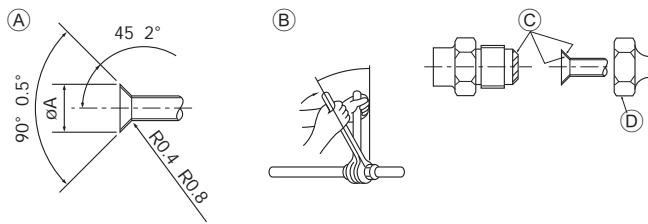

Fig. 4-1
4.1. Connexion des tuyaux (Fig. 4-1)
⑤ Appliquer de l huile r frig rante sur toute la surface vas e du fond.